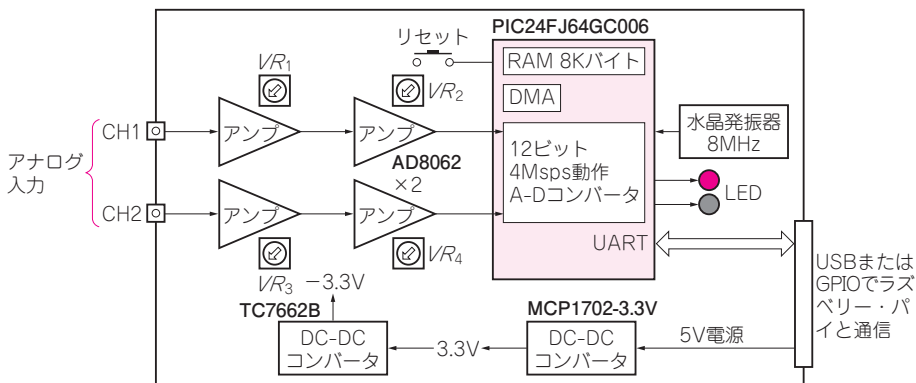

図1 オシロスコープ用シリアル出力アナログ計測基板②の内部構成
シリアル出力アナログ計測基板②の全体構成は図1のようにしました。